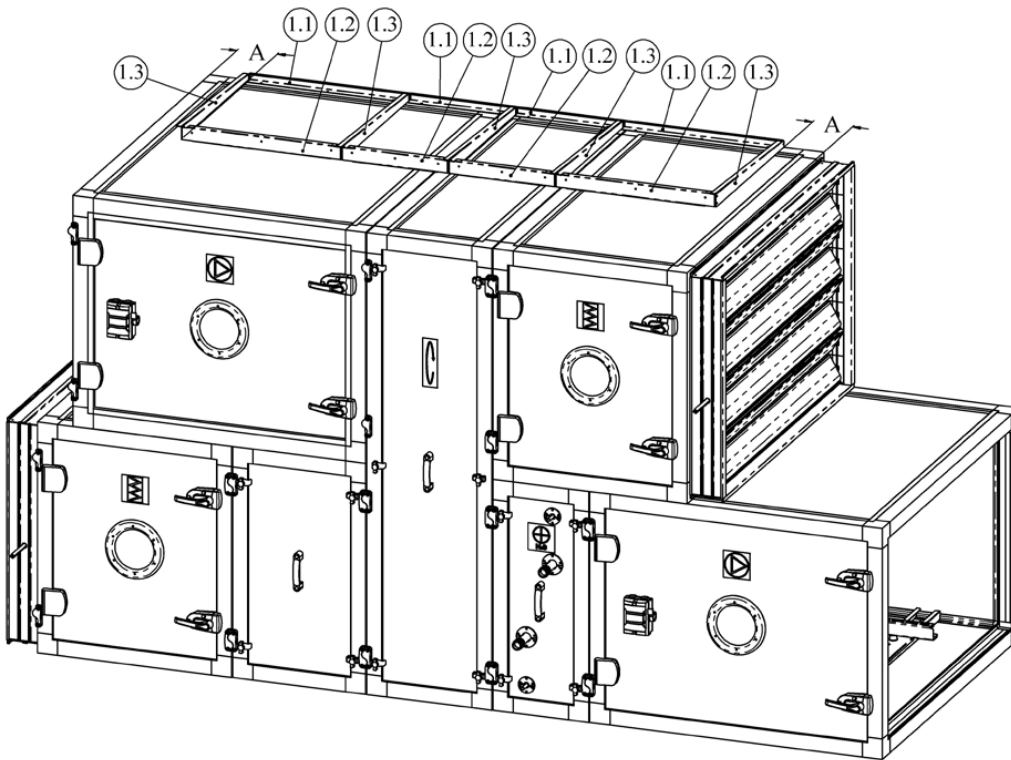

Abbildung 5.1
1. Die Halter 1.1, 1.2 und 1.3 mit Schrauben (5.0) zusammensetzen. Der zusammengesetzte Rahmen muss entsprechend der Länge der Einheit zentriert werden, der Abstand A muss auf beiden Seiten gleich sein wie in Abbildung 5.1 dargestellt.